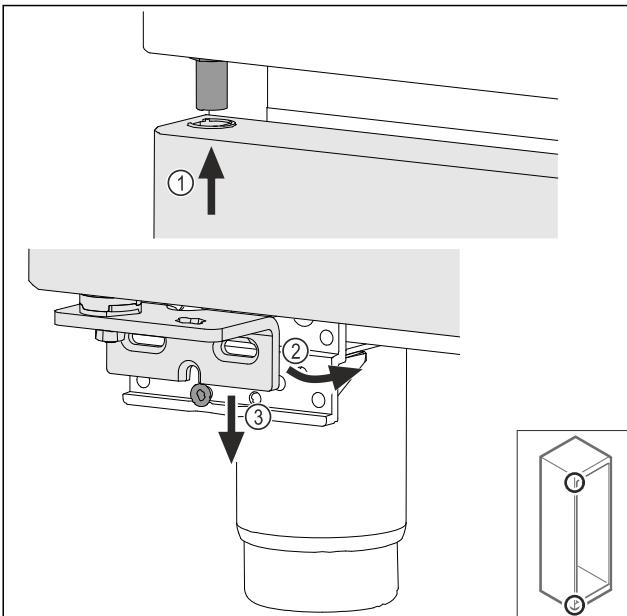

Fig. 45
- Umetnute vrata lagano nagnuta gore Fig. 45 (1), poravnajte vrata Fig. 45 (2) i dolje ih postavite na vijak podloška ležaja Fig. 45 (3).